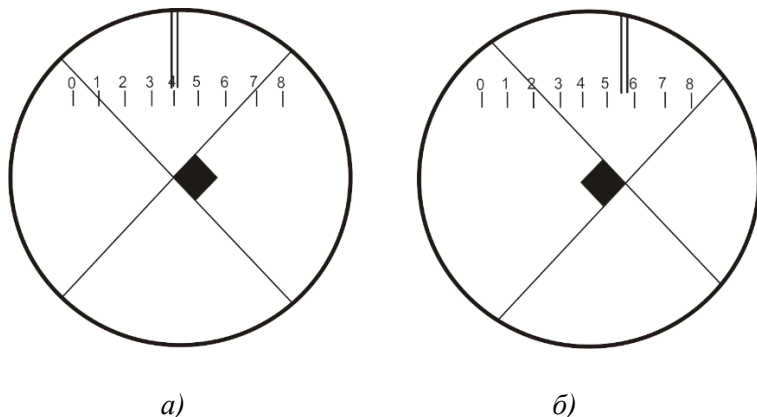

Рис. 6. Схема измерения отпечатка.
7. Измерьте диагональ отпечатка при помощи окулярного микрометра. Винтами 28 и 29 столика и вращением барабанчика окулярного микрометра 42 подведите центр перекрестия к одному краю диагонали отпечатка (рис. 6 а) и произведите отсчет по шкалам окулярного микрометра.
Затем вращением барабанчика окулярного микрометра в ту же сторону (перемещением центра перекрестия по диагонали отпечатка) совместите центр перекрестия со вторым краем диагонали (рис. 6 б) и снова производите отсчет по шкалам окулярного микрометра.